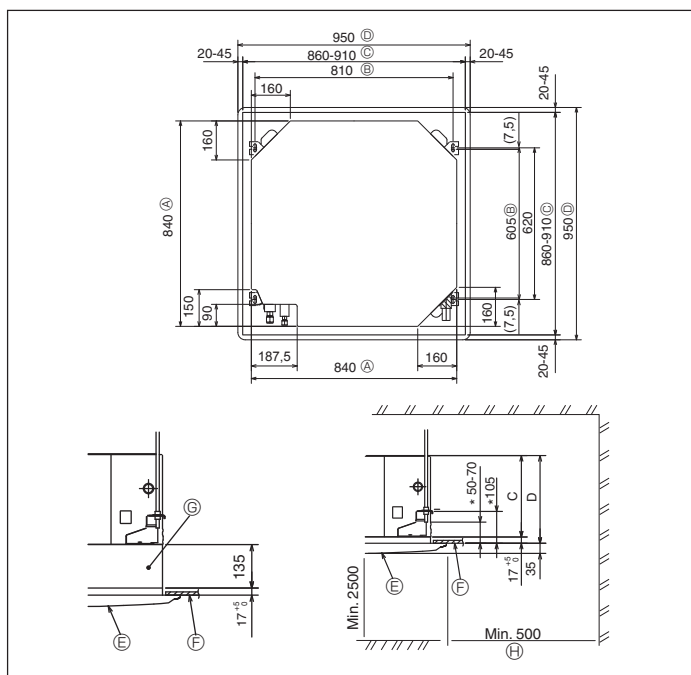

Fig. 3-2
### 3.2. Taköppning och installationsplatser för upphängningsbultar (Fig. 3-2)
- Måten på taköppningen kan regleras inom området visat i Fig. 3-2; så centrera huvudenheten mot taköppningen och försäkra att respektive motsatta sidor på alla sidor om spelrummet mellan dem blir identiska.